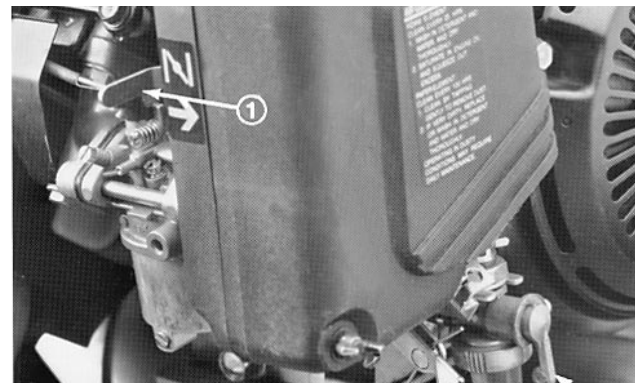

Fig. 14
Chokehendel (fig. 14)—Sitter til venstre foran på motoren. Hendelen har to stillinger: KJØR og CHOKE. Flytt hendelen til CHOKE for å starte en kald motor. Etter at motoren har startet flyttes hendelen til KJØR.
Avstengningsventil for bensin (fig. 14)—Sitter foran til venstre på motoren. Ventilen har to stillinger: LUKKET og ÅPEN. Flytt hendelen til LUKKET ved oppbevaring eller transport av klipperen. Flytt ventilen til ÅPEN stilling før motoren startes.
2. Åpne motorens avstengningsventil for bensin (fig. 14).
5. Sett chokehendelen (fig. 14) til halvåpen stilling ved start av kald motor. Det er trolig ikke nødvendig å bruke choken ved start av varm motor.